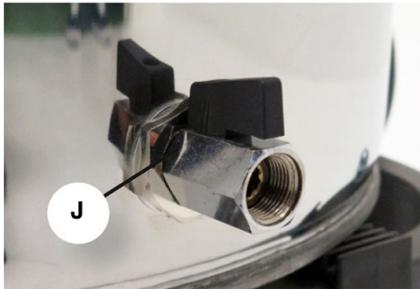

Abb. 12: Ablasshahn
Schritt 2: Leeren Sie den Tank durch den Ablasshahn (Abb. 12).